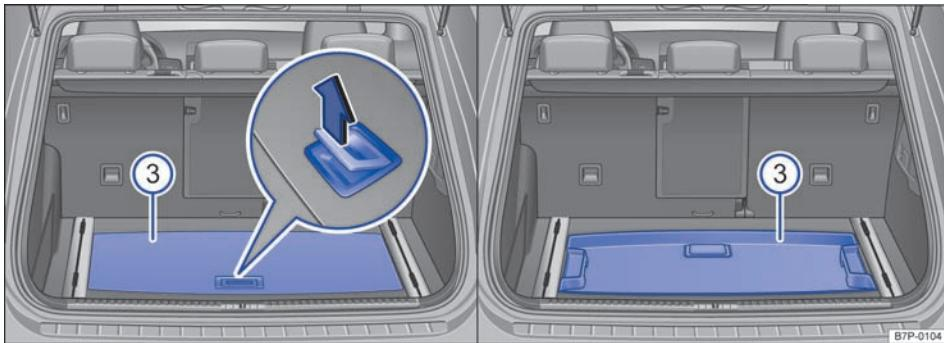

图 135 在不带全尺寸备用车轮的行李箱中：翻起可翻转行李箱地板
- 通过手柄拉起可翻转行李箱地板 ③，翻转，然后插入凹槽中 ⇒ 图 135（右侧）。
- 将手柄 ⇒ 图 135（左侧放大图）沿箭头方向从可翻转行李箱地板 ③ 中翻出，然后抬起可翻转行李箱地板。
- 取出可翻转行李箱地板 ③。